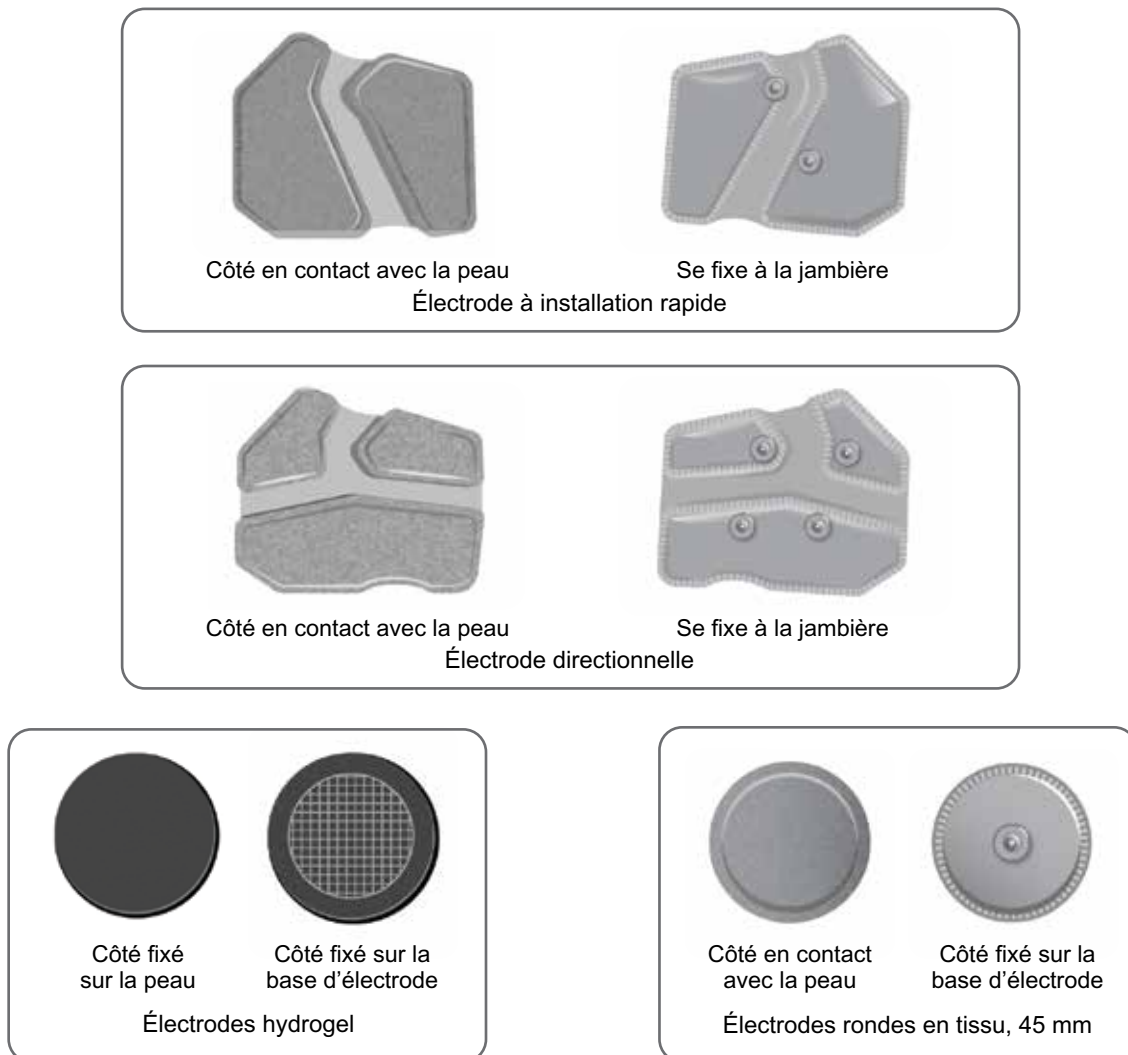

Figure 6-8 : Électrodes compatibles avec la jambière
**Les électrodes suivantes peuvent être utilisées avec la jambière : (reportez-vous à la figure 6-8)**